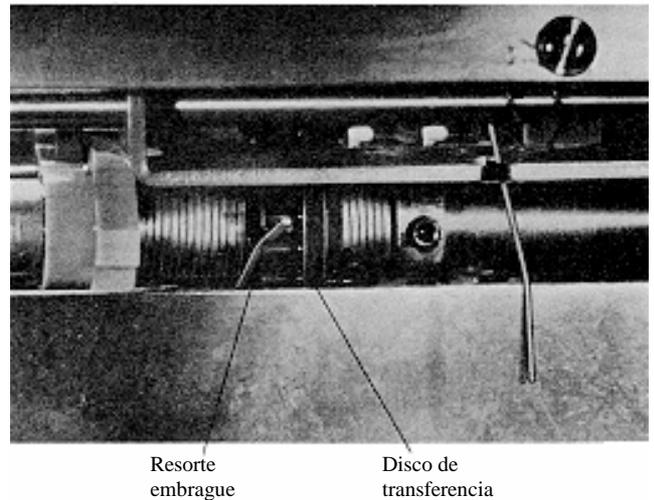

Figura 17. Mecanismo de desplazamiento de la cifra de ventas.
1. El mecanismo de desplazamiento de la cifra de ventas, Figura 17, se activa cuando se produce la impresión. El movimiento del tambor de desplazamiento de las ventas arranca inmediatamente con la rotación del eje de entrada y termina la transferencia en 1/4 de vuelta. Si la cifra de ventas en el tambor derecho no se alinea correctamente sobre el otro tambor, debe ajustarse.